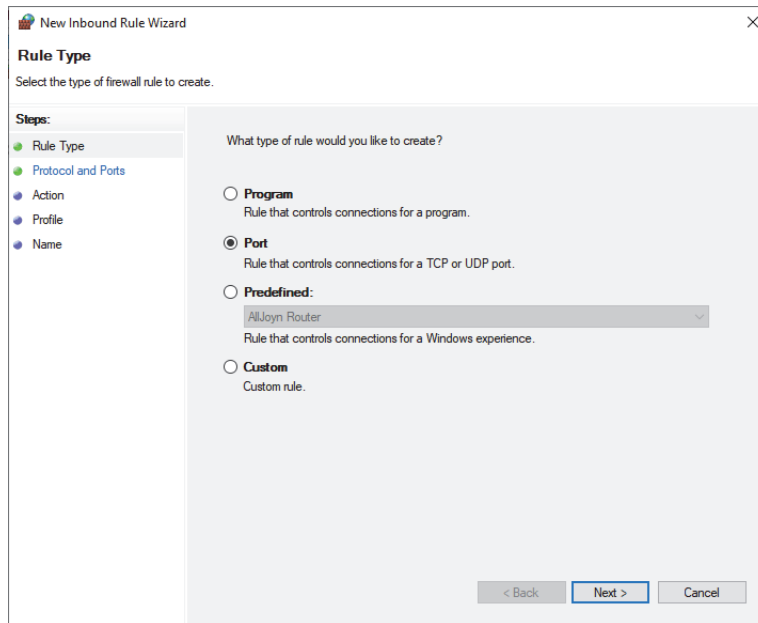

Рис. 1-11 Мастер создания правила для нового входящего подключения — Порт
3. В диалоговом окне **New Inbound Rule Wizard** (Мастер создания правила для нового входящего подключения) выберите **Port** [Порт] (Рис. 1-11 на стр. 35).